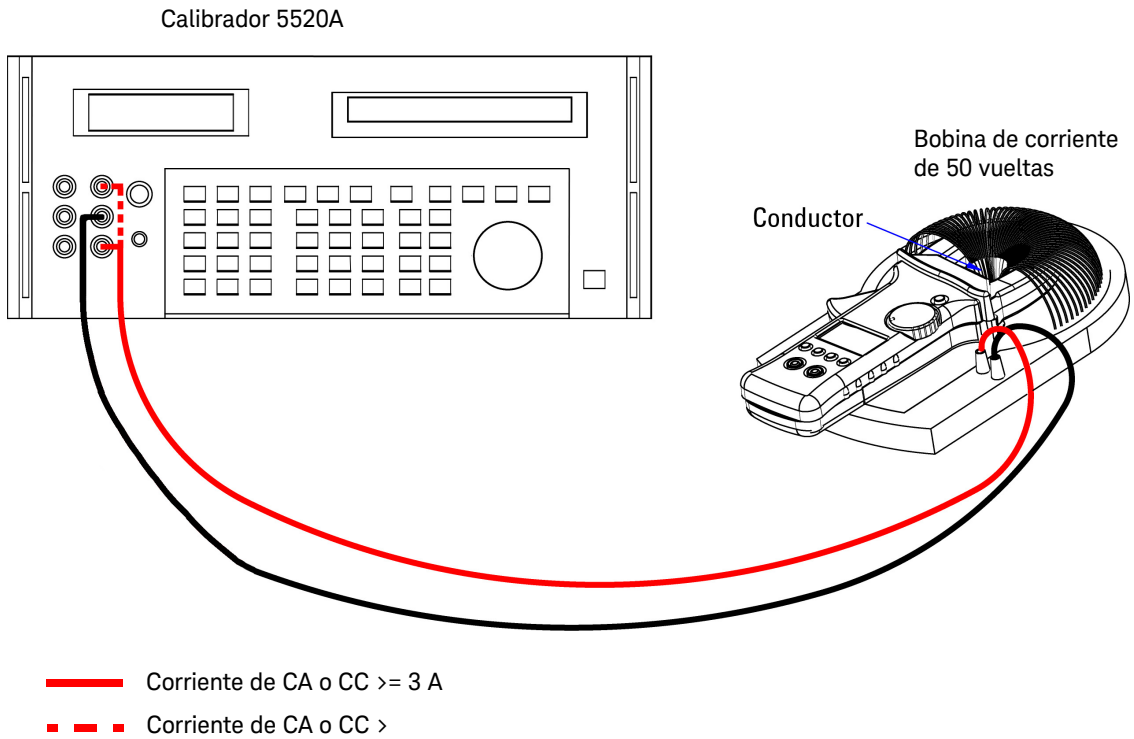

Figura 6-2 Configuración de la prueba de verificación del funcionamiento de la corriente
- 1 Coloque el multímetro pinza en una bobina de corriente de 50 vueltas según la Figura 6-2, “Configuración de la prueba de verificación del funcionamiento de la corriente,” en la página 93.